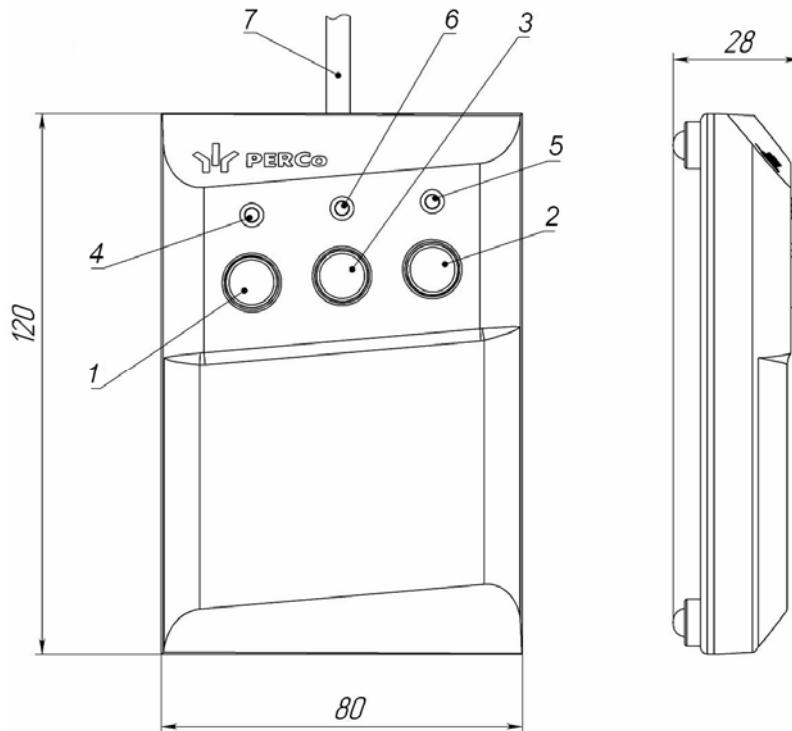
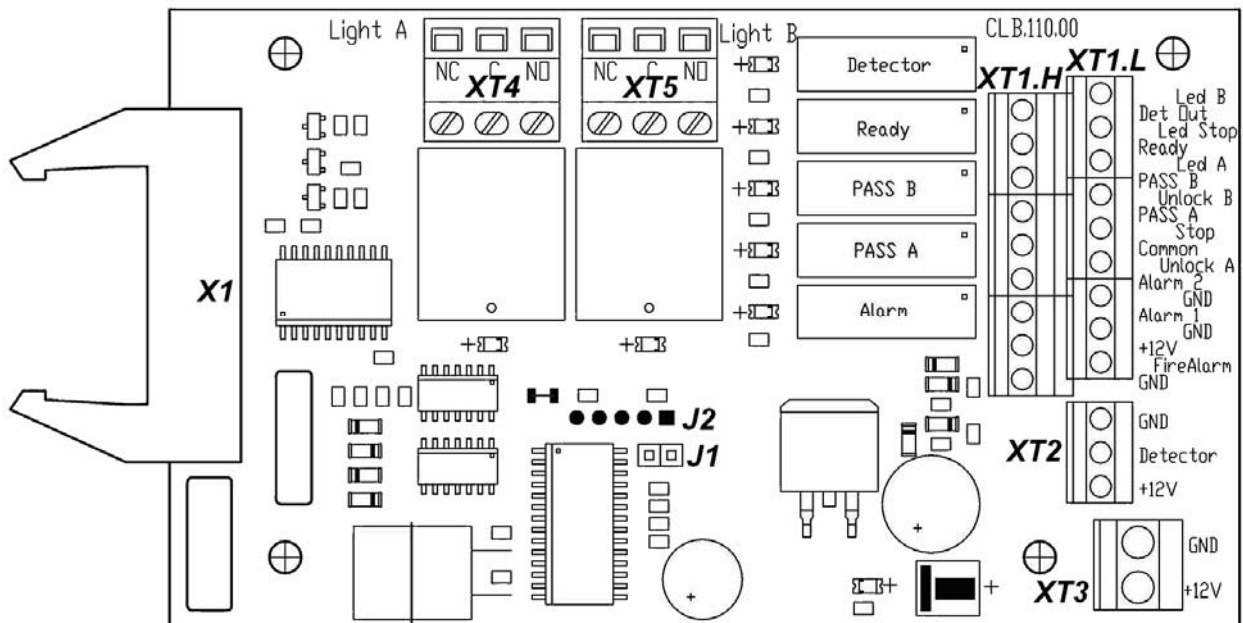
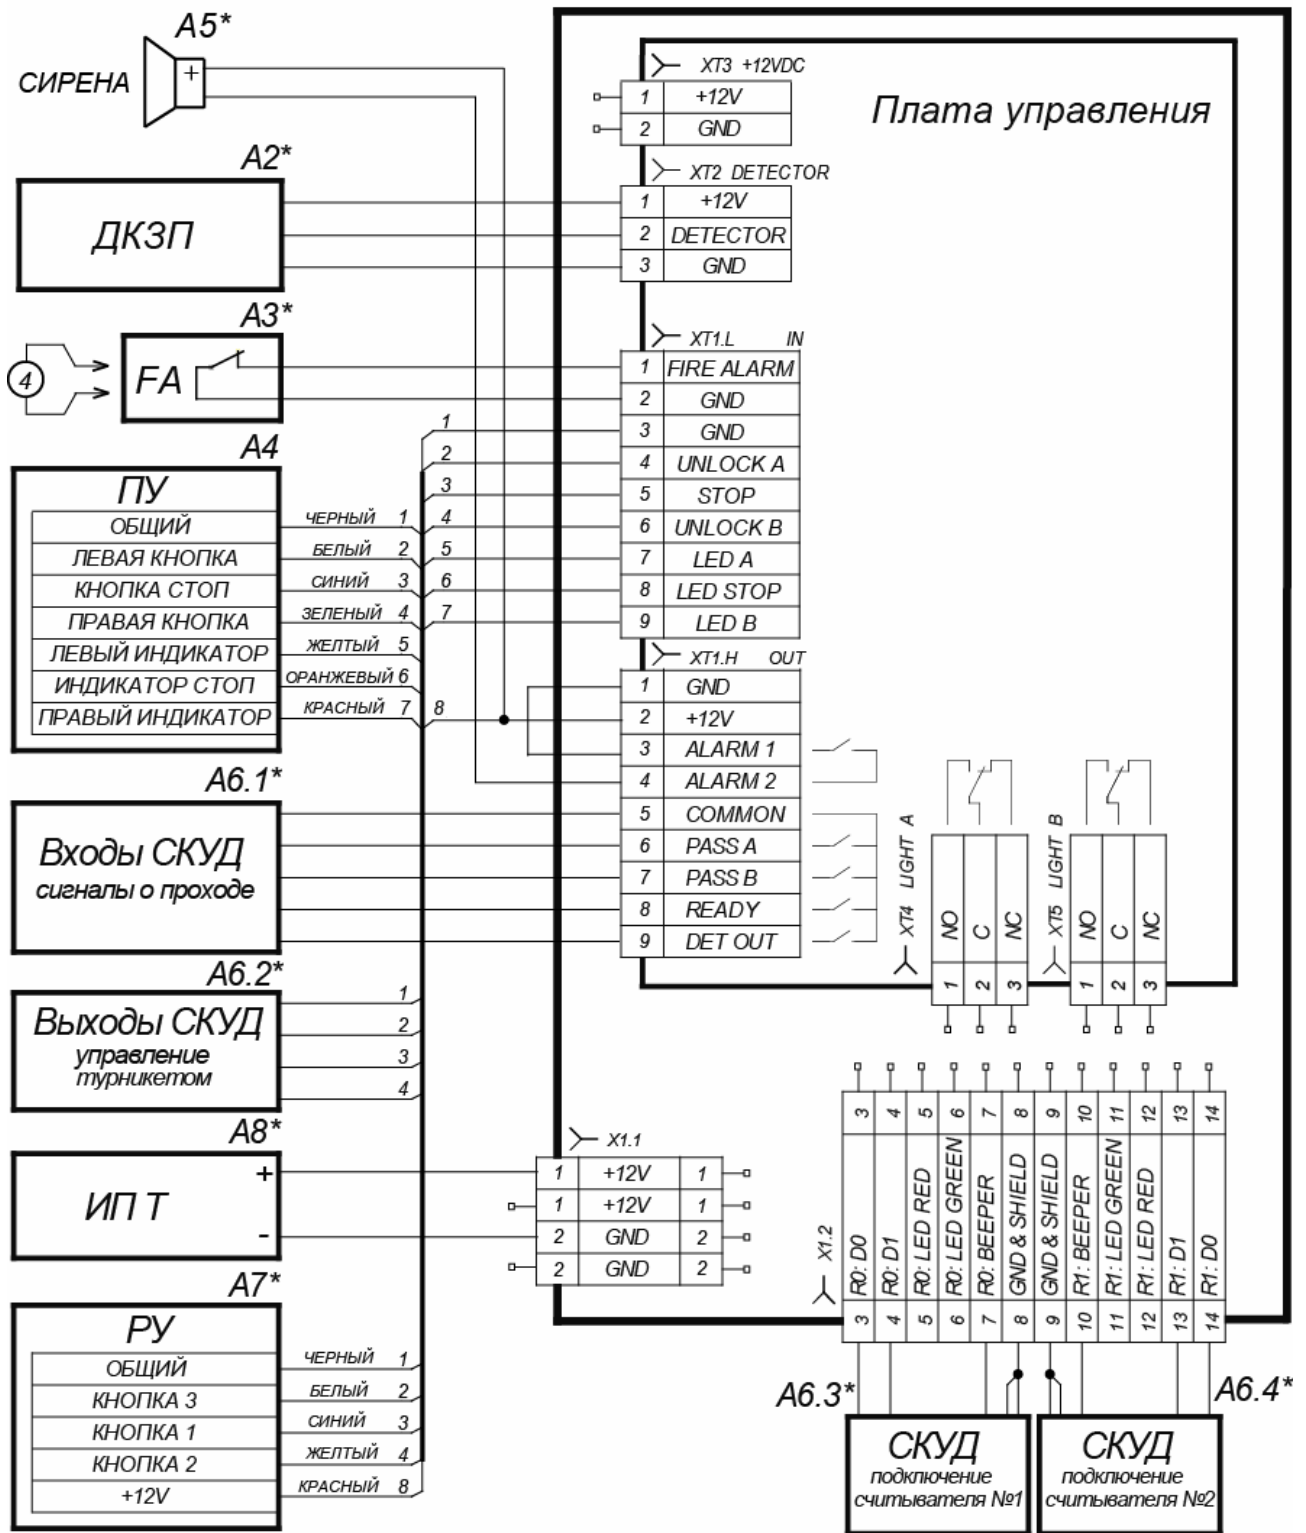

Рисунок 4. Общий вид и габаритные размеры ПДУ
Рисунок 5. Внешний вид платы управления
Рисунок 11. Схема подключения турникета и дополнительного оборудования¹
5.2.3 Внутри стойки расположен кронштейн с установленной платой **CLB.110** (*Control Logic Board*) (далее – *плата управления*) и клеммами для подключения внешних устройств. К плате управления подключаются: ПДУ, выходы контроллера СКУД, устройство РУ, ДКЗП, устройство для подачи команды аварийной разблокировки турникета *Fire Alarm* (далее – *устройство Fire Alarm*). На клеммы подключения внешних устройств выведены линии подключения источника питания, линии сигналов считывателей. Подключение внешних устройств производится в соответствии со схемой подключения турникета и дополнительного оборудования (см. рис. 11). Электрические соединения внутри турникета приведены на рис. 12. Плата управления изображена на рис. 5.
5.2.4 ПДУ выполнен в виде небольшого настольного прибора в корпусе из ударопрочного АБС пластика и предназначен для задания и индикации режимов работы при ручном управлении турникетом. ПДУ подключается к плате управления гибким многожильным кабелем (14) через клеммную колодку **XT1.L** (см. рис. 5). Общий вид ПДУ показан на рис.4.
На лицевой панели ПДУ расположены три кнопки для задания режимов работы турникета. Над кнопками расположены индикаторы. Средняя кнопка **STOP** предназначена для переключения турникета в режим «*Запрет прохода*». Левая и правая кнопки предназначены для разблокировки турникета в выбранном направлении. Изменить ориентацию ПДУ относительно установки стойки турникета (если на месте установки стойка обращена к оператору не лицевой, а тыльной стороной) можно, поменяв местами провода от ПДУ, подключаемые на контакты *Unlock A* и *Unlock B*, а также *Led A* и *Led B* соответственно (рис. 5 и 11).
5.2.5 На плате управления (см. рис. 5) расположены:
5.3.7 Обозначения установленных на плате управления клеммных колодок и назначение их контактов показаны на рис. 5 и на наклейке, аналогичной рис. 5, расположенной на внутренней поверхности крышки турникета.
5.4.3 Реле *PASS A* (контакты *PASS A* и *Common*), *PASS B* (контакты *PASS B* и *Common*), *Ready* (контакты *Ready* и *Common*), *Detector* (контакты *Det Out* и *Common*) и *Alarm* (контакты *Alarm 1* и *Alarm 2*) имеют нормально-разомкнутые контакты. При этом общий для этих реле контакт *Common* не соединен с минусом источника питания турникета. В исходном (неактивном) состоянии при включенном питании контакты реле *PASS A*, *PASS B*, *Ready* и *Detector* замкнуты (на обмотку реле подано напряжение), а контакты реле *Alarm* разомкнуты (напряжение на обмотку реле не подано). Факт срабатывания/отпускания реле *PASS A*, *PASS B*, *Ready*, *Detector* и *Alarm* можно определить по загоранию/гашению красных индикаторов, которые установлены вблизи указанных реле (см. рис. 5).
5.9.2 Подключение ДКЗП производится к клеммной колодке **ХТ2**, а сирены – к клеммной колодке **ХТ1.Н** платы управления согласно схеме электрических соединений (см. рис. 11 и рис. 5). ДКЗП должен иметь нормально-замкнутые контакты. Если ДКЗП не подключен, то необходимо установить перемычку между
На контакты *Det Out* и *Common* клеммной колодки **XT1.H** платы управления (см. рис. 5) всегда транслируется сигнал о текущем состоянии ДКЗП.
5.9.3 Подключение устройства *Fire Alarm* производится к клеммной колодке **XT1.L** платы управления согласно схеме электрических соединений (см. рис. 11 и рис. 5). Если вход *Fire Alarm* не используется, то необходимо установить перемычку между контактами *Fire Alarm* и *GND*. При поставке данная перемычка установлена.
- 4 Демонтируйте заглушки стойки (11), открыв замки (12).
- 7 Снимите крышку турникета (3), открыв ключом замок (4, см. разд. 6).
- 8 Подключите кабель питания (15) к выносной клеммной колодке **X1.1** (см. рис. 11). Подключите кабель (14) ПДУ (13) к клеммной колодке **XT1.L** на плате управления (см. рис. 5). Подключите при необходимости кабели от других устройств к соответствующим клеммным колодкам платы управления (см. рис. 5 и рис. 11).
- 9 Проверьте правильность и надежность всех электрических подключений. При помощи самоклеющихся площадок и не открывающихся стяжек из комплекта поставки закрепите все кабели. После подключения всех кабелей и закрепления стойки на полу установите на место крышку (3) (см. разд. 6) и заглушки стойки (11) в порядке, обратном снятию.
- 10 Для установки в рабочее положение преграждающих планок снимите с поворотного механизма крышку (6), отвернув винт М4×25. Отверните болт М8×30, установленный на преграждающей планке (5). Установите преграждающую планку в соответствующее посадочное место и зафиксируйте
Подключение контроллера к плате управления турникета производится в соответствии с рис. 11.
Передача данных от считывателей осуществляется по интерфейсу *Wiegand*. Подключение считывателей к контроллеру СКУД необходимо производить экранированным кабелем в соответствии с рис. 11.